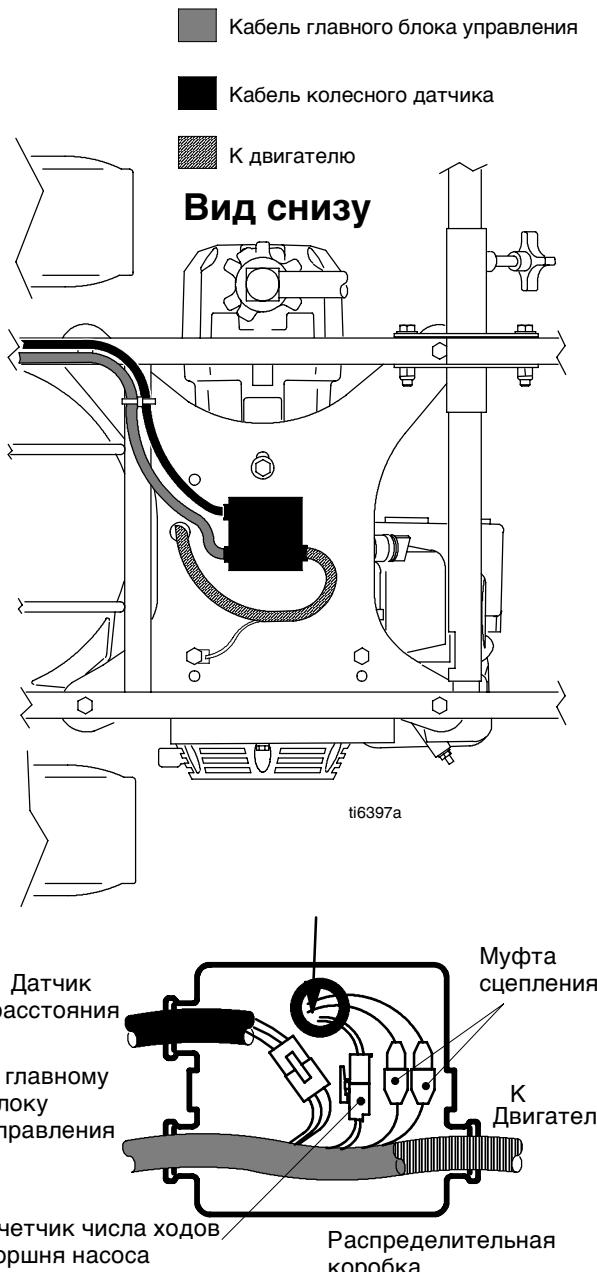

Рис. 11
3. См. Рис. 11. Отсоедините датчик хода поршня насоса и кабели муфты сцепления.
- См. Рис. 11. Подсоедините датчик хода поршня насоса и кабели муфты сцепления.
- См. Рис. 11. Отсоедините все связанные с ними провода.
- См. Рис. 11. Подсоедините все необходимые провода.